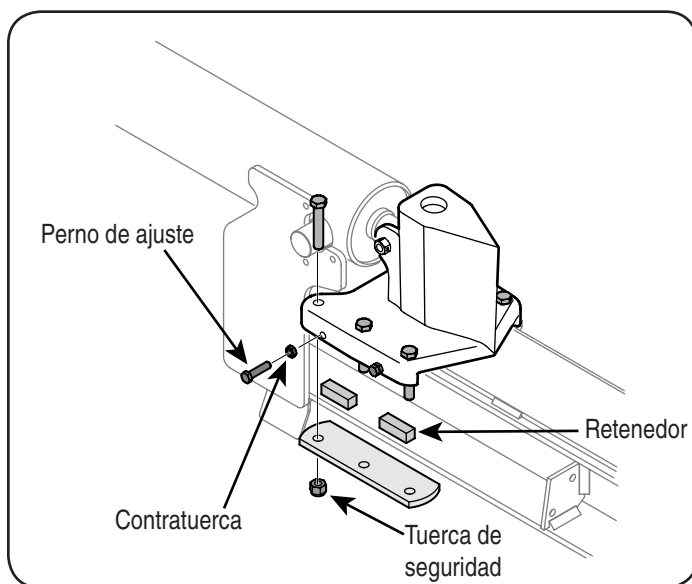

Figura 16
1. Afloje las contratueras de los dos pernos de ajuste que se encuentran a los costados de la cuña. Vea la Figura 16.
1. Afloje las tuercas de seguridad que se encuentran debajo de cada contraplato y deslice los retenedores hacia afuera. Vea la Figura 16.